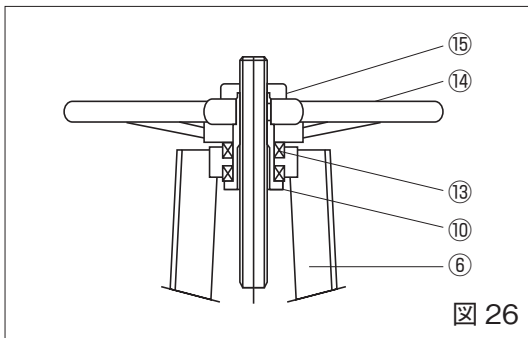

図 26
ヨークスリーブ⑩を点検、交換する時は、図 26 を参照しながら、次の手順で分解してください。